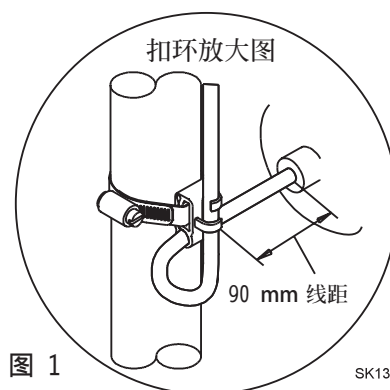

图 1
1. 如图1, 将电缆线置入塑胶扣环。
2. 如图1, 将金属管束调整至所需位置并固定于水管上。